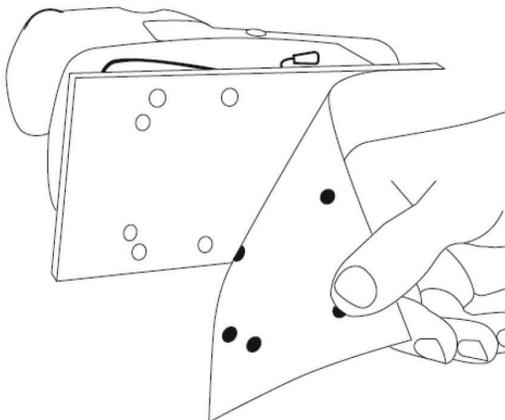

Рис. 2
3. Приложите лист к подошве совместив отверстия на абразивном листе с отверстиями на подошве (Рис.2).
- Отрегулируйте необходимые обороты двигателя регулятором 2 (Рис. 2).